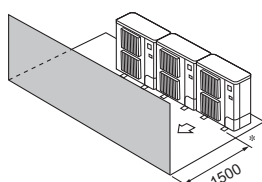

Fig. 3-13
- ③ Kun forhindringer foran (Fig. 3-13)